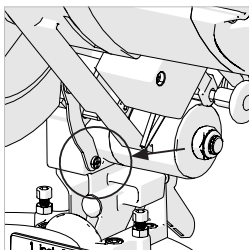

Fig. 28
- Solte a alavanca de operação do dispositivo de proteção inferior retrátil, removendo e armazenando com segurança o seu parafuso pivô. **(Fig. 28)**